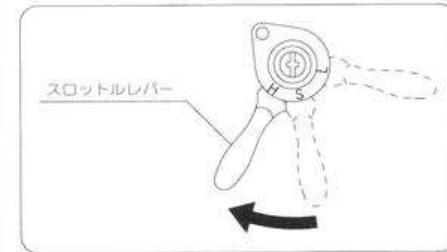

図9
- ⑤ スロットルレバーを【高速(H)】位置の方に少し開きます。(図9)